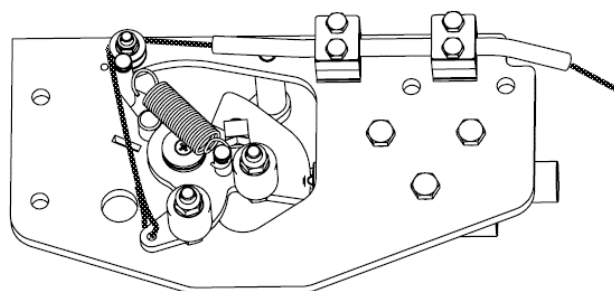

Figure 42. Module de démarrage du coupe-film – position ouverte du coupe-film.
- La vanne à boisseau sphérique sous le vérin doit être en position ouverte. Le module de démarrage du coupe-film doit être dans la position indiquée sur la **fig. 42**.